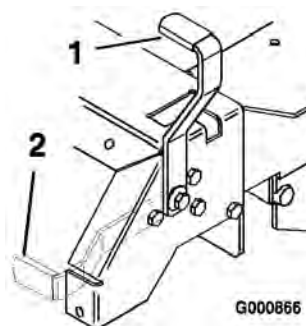

Figure 7
2. Tirez le frein de stationnement en arrière et vers le haut pour le serrer (Figure 7). Une fois serré, le frein de stationnement ne doit plus bouger.
Poussez le levier du frein de stationnement vers l'avant et vers le bas (Figure 7) pour le desserrer.